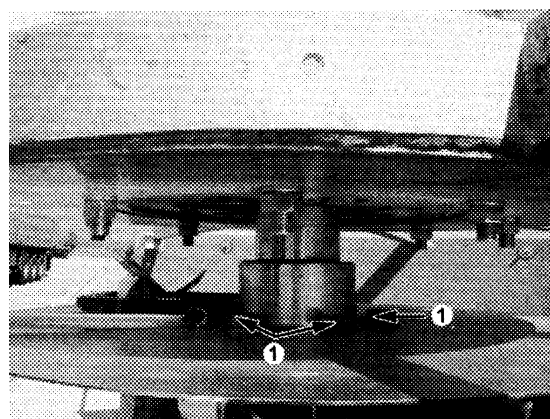

Fig. 31
- b) Checking the fan fastening : Check that the nuts of the screws fastening the fan (fig. 31/1) are correctly tightened; if not, tighten them.
- b) Vérifier la fixation du ventilateur: Vérifier que les écrous des vis de fixation du ventilateur se trouvent correctement serrés (fig. 31/1), dans les cas contraire les serrer.
- b) Comprobar sujeción del ventilador: Comprobar que se encuentran correctamente apretadas las tuercas de los tornillos de sujeción del ventilador (fig. 31/1), en caso de no ser así, apretarlas.